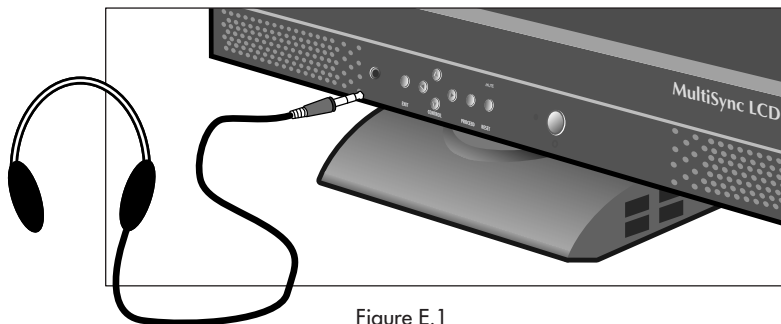

Figure E.1
5. Connectez une écouteur à "écouteur" fiche à devant le moniteur biseau marqué " " (**Figure E.1**). Lorsque la fiche du casque d'écoute est insérée dans la prise du casque d'écoute, les haut-parleurs sont débranchés automatiquement et le son se fait entendre à travers les écouteurs. Vous pouvez vous procurer une écouteur chez votre magasin d'électronique local.